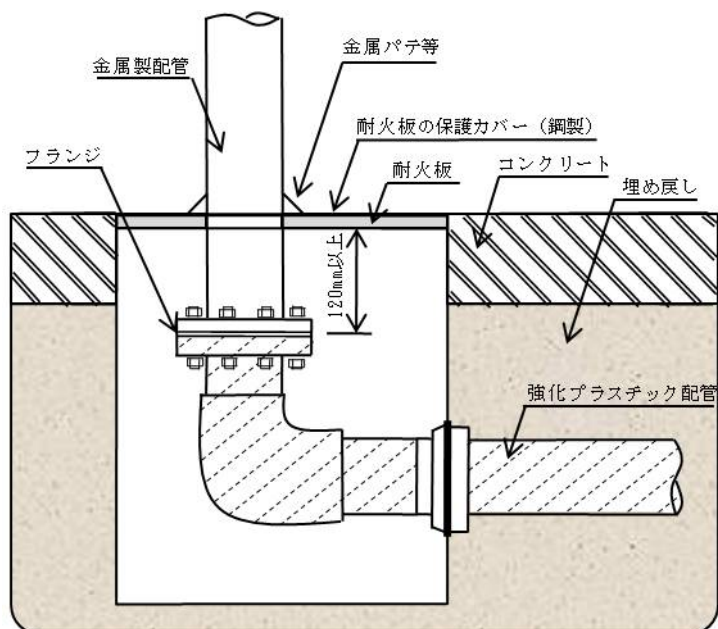

図1 金属製配管と強化プラスチック製配管の接続例
① 金属製配管について、地盤面から65センチメートル以上の根入れ（管長をいう。）をとり、地下ピット内で強化プラスチック製配管に接続すること。
② 金属製配管について、耐火板により地上部と区画した地下ピット内において耐火板から120mm以上離れた位置で強化プラスチック製配管に接続すること（図1参照）。